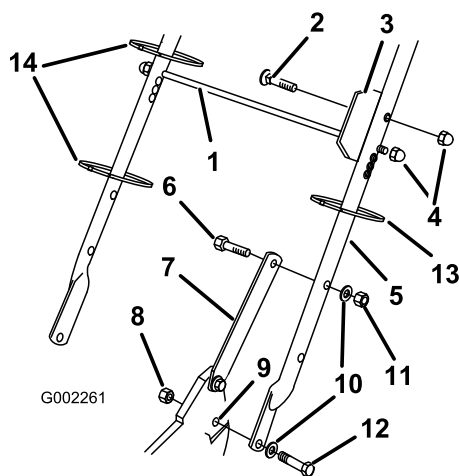

Figure 3
1. Montez le guidon à l'extérieur du carter de tondeuse (en vous servant du trou inférieur) avec 2 boulons (5/16 x 1-1/4 pouces), rondelles et contre-écrous minces (5/16 pouce) (Figure 3).
3. Insérez le boulon dans la plaque d'alignement du bac et le second trou supérieur à gauche du guidon puis fixez-le avec un contre-écrou borgne (Figure 3).
4. Insérez la tige de support du bac à herbe dans le troisième des trous supérieurs dans le guidon, et serrez un contre-écrou borgne à chaque extrémité (Figure 3).
5. Utilisez les serre-câbles fournis pour attacher les câbles de commande au guidon (Figure 3).